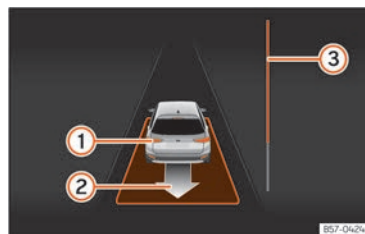

Abb. 142 Am Bildschirm des Kombi-Instruments: parallel zur Fahrbahn ausparken.
- Fahren Sie rückwärts, bis das Dauertonsignal des ParkPilot ertönt; **ODER:** fahren Sie zurück, bis am Bildschirm des Kombi-Instruments die Anzeige zur Vorwärtsfahrt erscheint. Die Fortschrittsanzeige »» (Abb. 142) ③ zeigt den zurückzulegenden Abstand an.